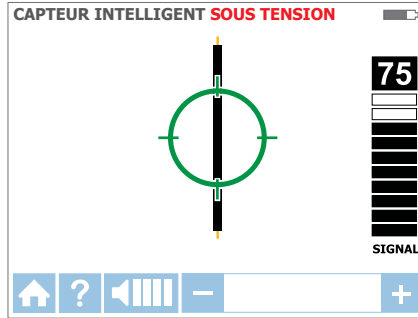

Figure 3.1f : Le récepteur a détecté le fil
5. Un symbole de cible verte indique que le récepteur est directement au-dessus du fil. Si le récepteur ne détecte pas le fil, diminuez la sensibilité à l'aide de la touche « - » sur le clavier ou réglez le transmetteur pour qu'il transmette à un niveau FAIBLE pour un traçage de précision (Figure 3.1f).